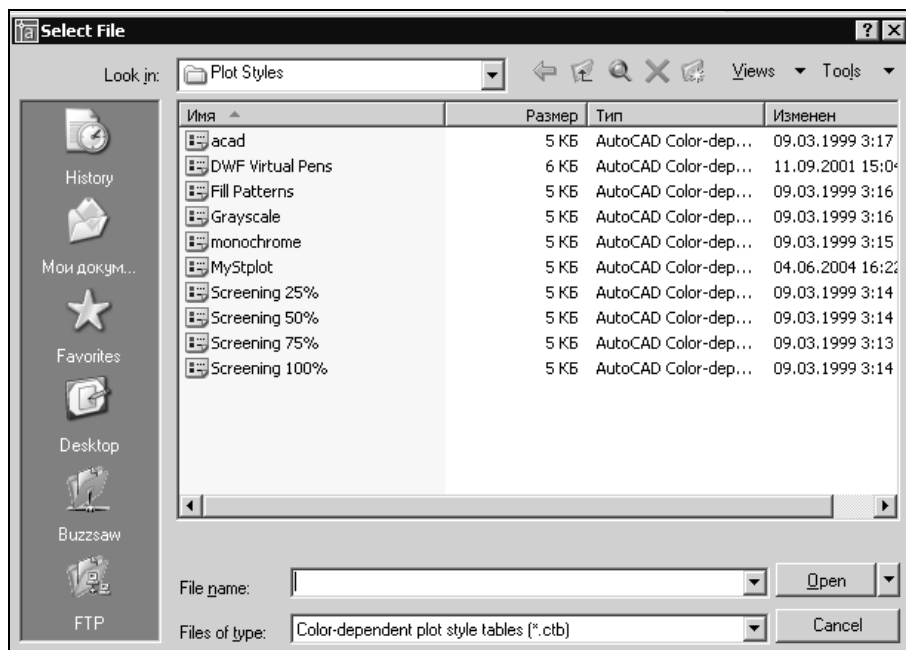

Рис. 19.4. Диалоговое окно для выбора файла с преобразуемой таблицей печати
1. Наберите в командной строке команду **CONVERTCTB** (ПРЕОБРТСП) и нажмите клавишу <Enter>. Откроется диалоговое окно **Select File** (Выбор файла) (рис. 19.4).
2. Выберите папку и файл таблицы цветозависимых стилей печати, который следует преобразовать в таблицы именованных стилей печати (см. рис. 19.4), и щелкните мышью на кнопке **Open** (Открыть) для выхода из диалогового окна.